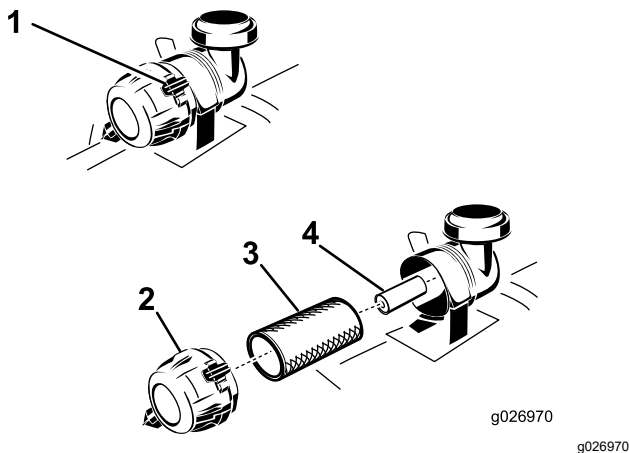

Figura 41
4. Libere los enganches del limpiador de aire y tire de la tapa del limpiador de aire para separarla del cuerpo del limpiador de aire (Figura 41).
6. Extraiga con cuidado el filtro primario de la carcasa del limpiador de aire (Figura 41).
2. Si va a cambiar el filtro interior, deslícelo cuidadosamente en el cuerpo del filtro (Figura 41).
3. Deslice cuidadosamente el filtro primario por encima del filtro de seguridad (Figura 41).
4. Instale la tapa del limpiador de aire y gírela hasta que los enganches la bloqueen en su sitio (Figura 41).